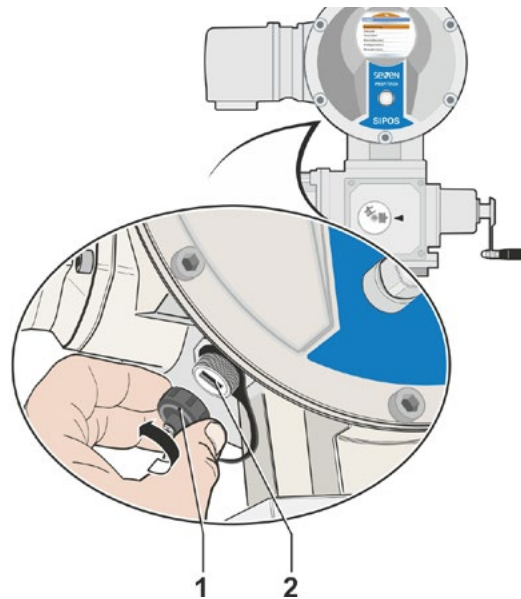

Fig. 1 : port USB
1. Dévisser le cache de protection du port USB (Fig. 1, Pos. 1) (il est protégé contre tout risque de perte par un ruban en plastique).